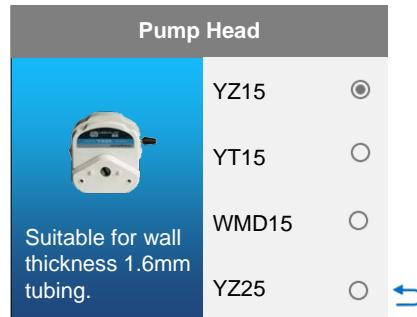

Abbildung 25: Pumpenkopfauswahl
- **Pumphead (Pumpenkopf):** Wählen Sie das entsprechende Modell des installierten Pumpenkopfes aus dem Menü aus, welches Sie durch Wischen nach oben und unten aufrufen können, wie in Abbildung 25 dargestellt .